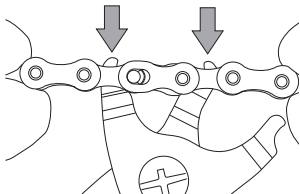

Fig.10
- Introduzca la herramienta de apertura del falso eslabón con dientes de un grosor inferior a 1,8 mm en los eslabones internos adyacentes al C-Link™ (Fig. 10).